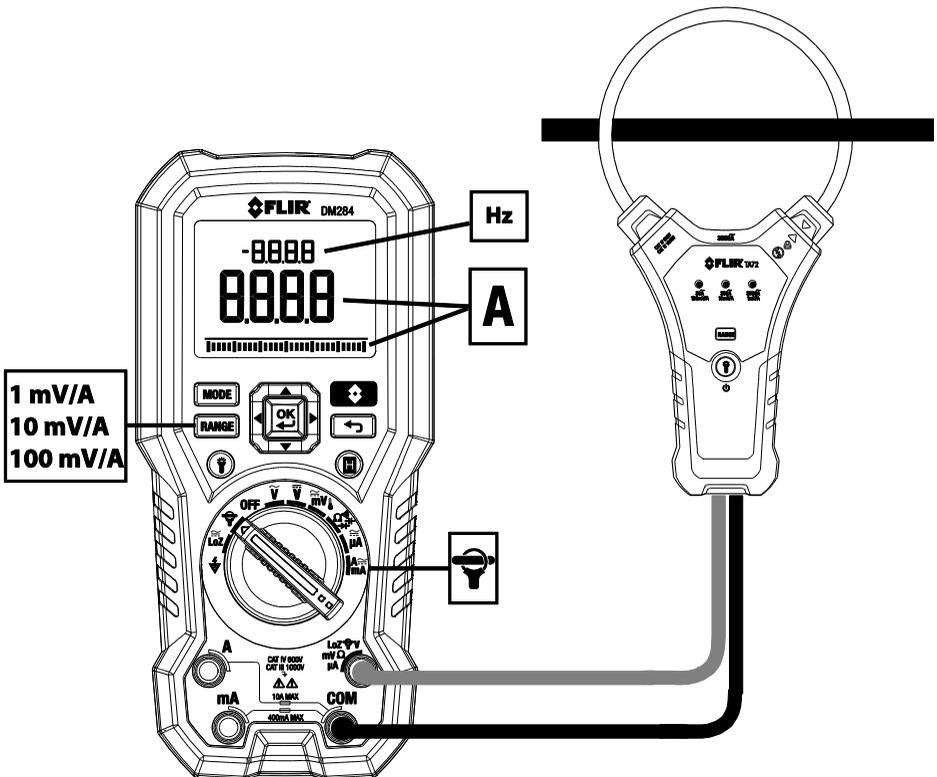

Fig. 7-12 Application de la pince FLEX
2. Connectez un adaptateur de pince, comme illustré sur la Fig. 7-12.